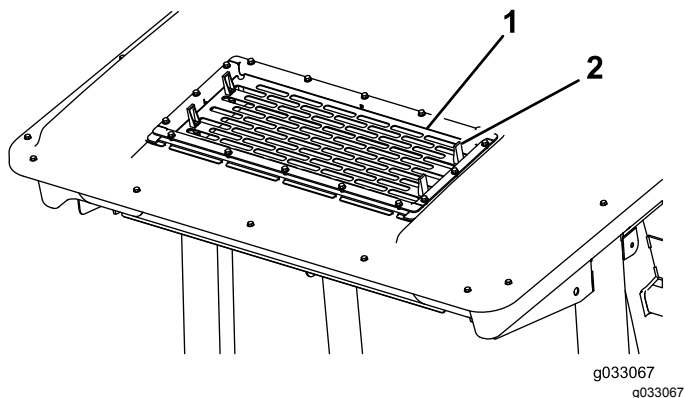

Figura 56
2. Sollevate le 4 linguette sulla griglia dell'aria condizionata (Figura 56) e rimuovete la griglia dalla parte superiore della cabina.